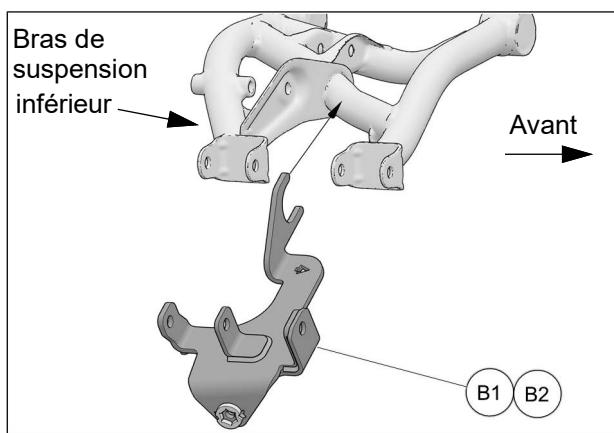

Fig. 5
- Accrocher l'arrière de l'ancrage (**B1-B2**) sur la traverse du bras de suspension inférieur. Voir la Fig. 5